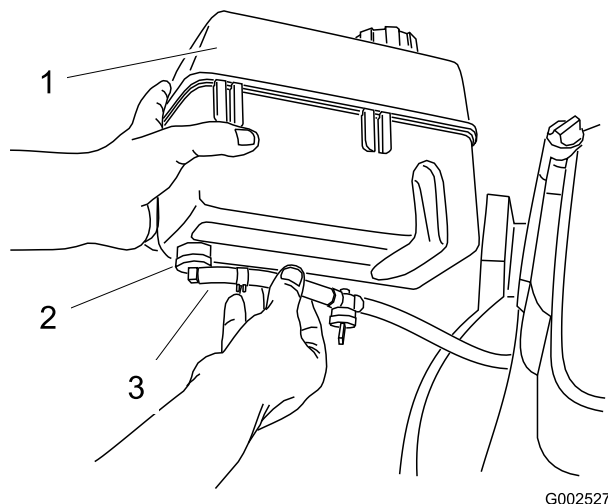

Figure 4
1. Raccordez l'extrémité de la conduite d'alimentation au raccord coudé (Figure 4).
2. Fixez la conduite en position à l'aide du collier (Figure 4).